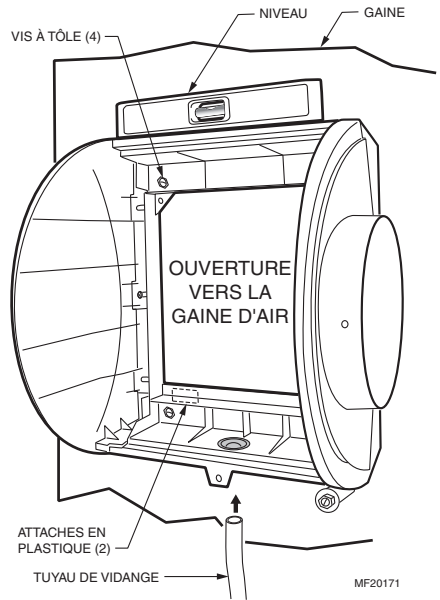

Fig. 4. Installation de l'humidificateur sur une gaine.
7. S'assurer que le boîtier de l'humidificateur est de niveau, puis le placer de manière que les attaches de plastique soient sur *l'arête de la tôle inférieure de l'ouverture*. S'il y a lieu, aplatir les bords à l'aide de pinces. Voir la Fig. 4.